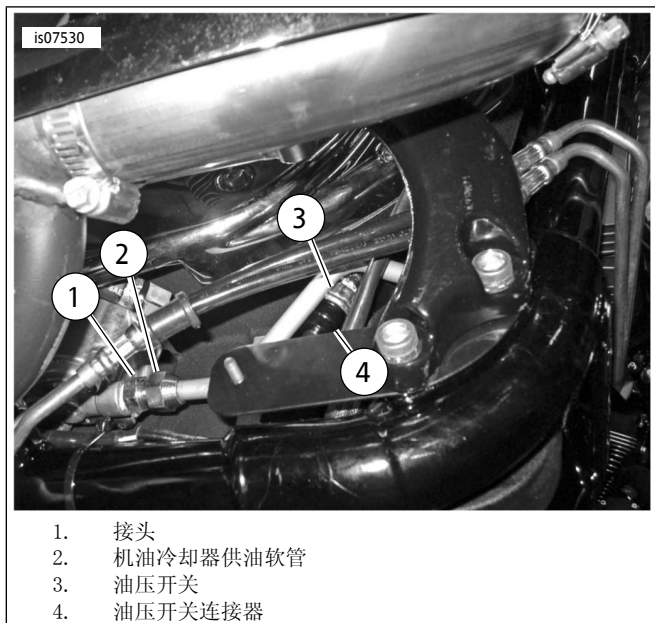

图2. 机油供油管和油压开关
- b. 参见图2。将油压开关( 3 )安装至曲轴箱( 供油软管连接位置 )。
4. 参见图2。在接头(项目11,图6)上涂抹Hylomar Gasket and Thread Sealant(Hylomar密封垫及螺纹密封剂)。将接头安装至油泵。拧紧接头至6.2-7.4 N·m (55-65 in-lbs)。